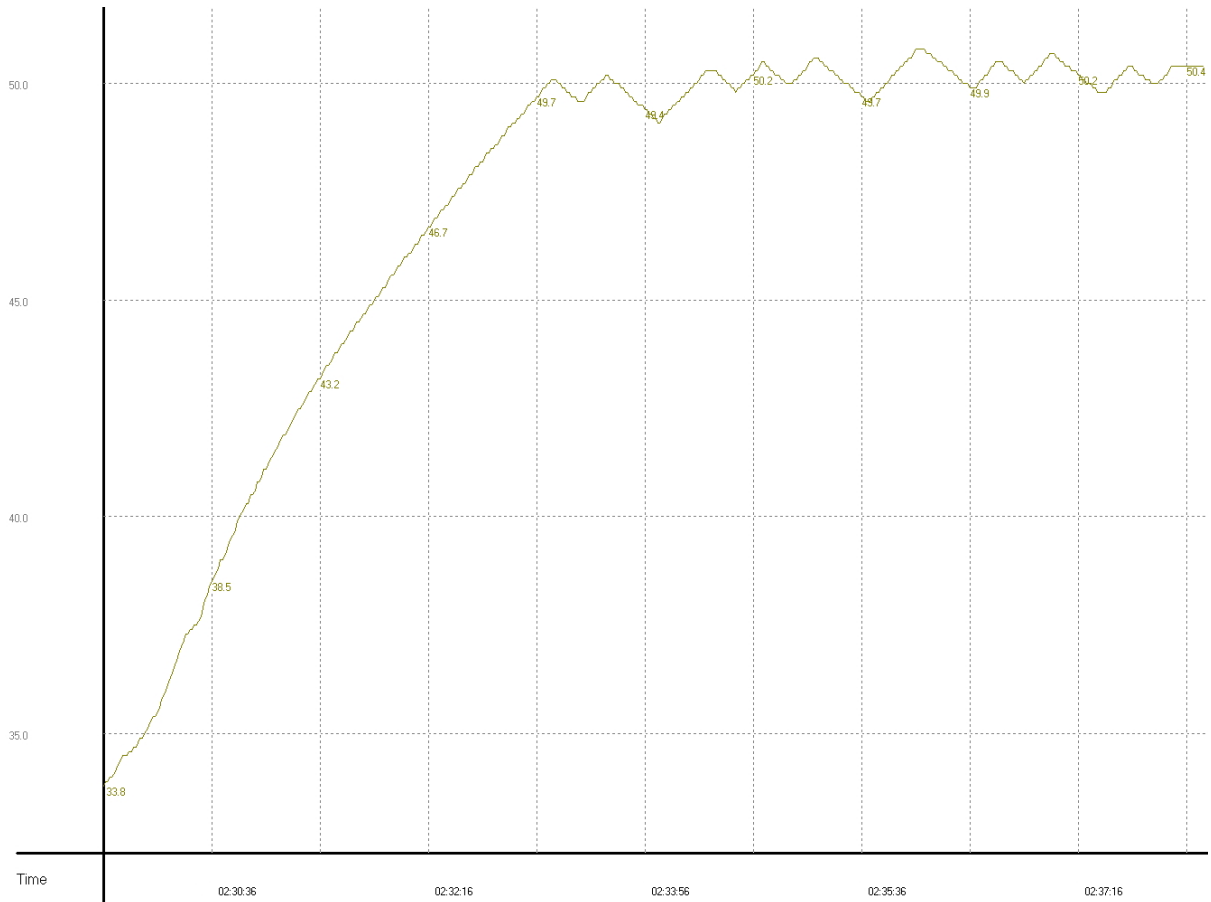

图 11
- 当温度无波动且持续维持 50°C 时，为自动计算出最佳的PID温度控制参数 ( D110~D111  $K_P$ 、D112~D113  $K_I$ 、D114~D115  $K_D$  )。实验结果之温度曲线如图 11。
初步调整 ( Auto Tuning ) 功能的实验结果如图 11 所示：